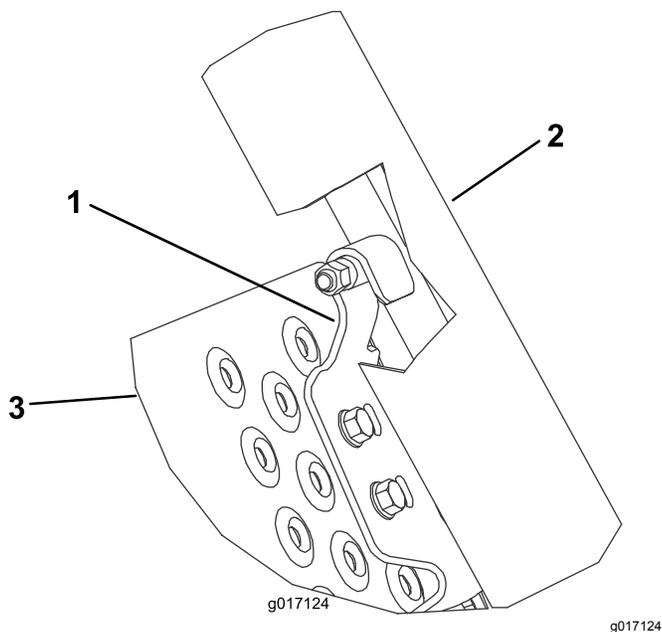

Figura 4
7. Montate una vite a testa esagonale ($\frac{5}{16}$ " x $2\frac{1}{2}$ ") in ciascuno dei fori centrali delle rampe di carico e nei 2 tubi in gomma (Figura 4).
1. Posizionate una staffa di bloccaggio su ciascun lato della rampa in modo da allinearle con la parte inferiore delle rampe di carico, innestatele sui tubi di gomma nelle rampe di carico e allineatele con i fori della rampa (Figura 2 e Figura 4).
2. Montate ogni staffa di bloccaggio sulla rampa senza serrare con viti a testa flangiata (5/16" x 3/4") e dadi flangiati (Figura 2 and Figura 4).
3. Sollevate e bloccate la rampa. Regolate le staffe di bloccaggio in modo che siano innestate nei tubi in gomma e serrate le viti flangiate e i dadi (Figura 2 e Figura 4).